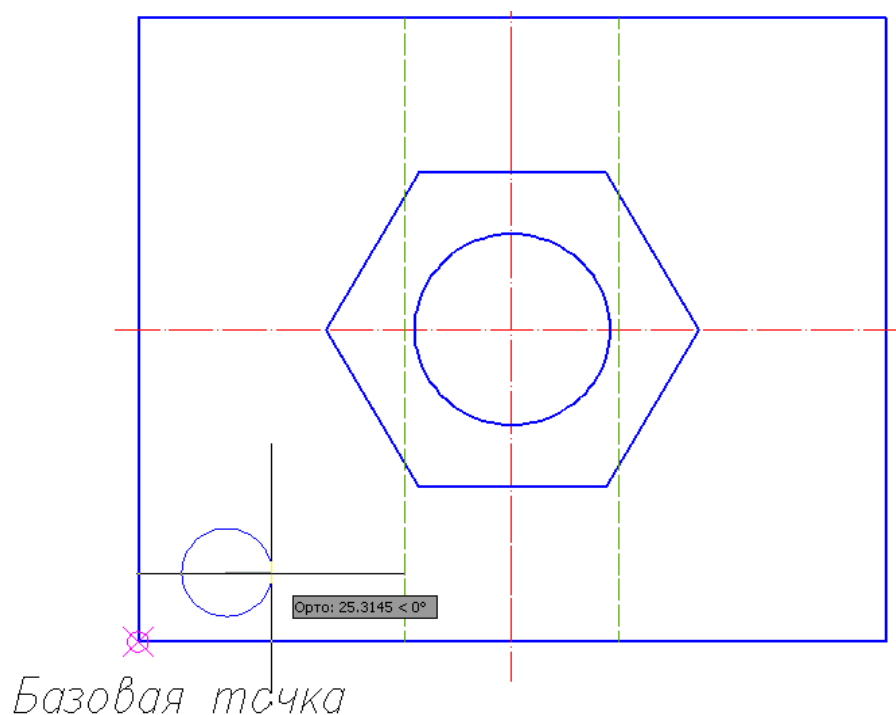

Рис. 80. Использование привязки **Смещение**
В данной работе рассматриваются способы ввода координат, различные операции копирования объектов, оптимальное использование различных режимов и привязок в программе AutoCAD. Предлагается следующая последовательность выполнения чертежа, проиллюстрированная на рис. 80 – 83:
3.5. Выполнить крайнюю окружность радиусом 25 мм как элемент будущего массива с помощью команд **Рисование** → **Круг** → временная привязка **Смещение**  → ЛКМ на базовой точке (см. рис. 80) → @50,40↙ → 25↵.